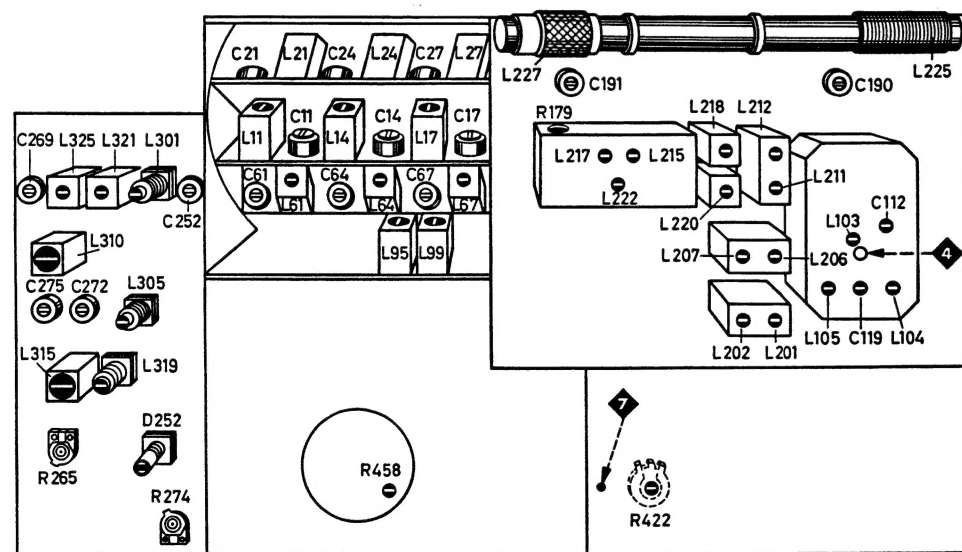

Fig. 6
- 6.5 Den Ruhestrom ca. 1 Minute nach dem Einschalten des Gerätes mit dem Einstellregler R 422 (Fig. 6) auf 4 mA + 20–10 % einstellen.
- 6.5 Approx. 1 minute after switching on set, set zero signal current via adjuster R 422 (fig. 6) to 4 mA + 20–10 %.